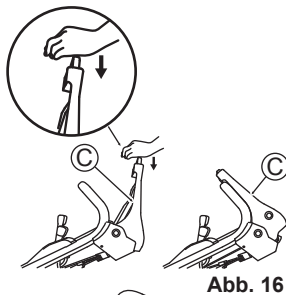

Abb. 16
3. Drücken Sie den Klingenhebel (C) nach vorne und drücken Sie gleichzeitig dessen gelben Knopf. (Siehe Abb. 16) Die Klinge beginnt, sich zu drehen.